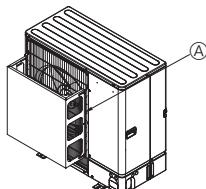
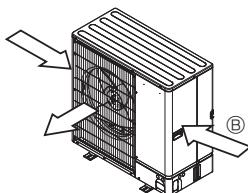

Fig. 2-5
Fig. 2-6
- ② Ak je jednotka nainštalovaná na mieste, kde môžu do výstupu vzduchu priamo vstupovať silné vetry spôsobené napr. tajfúnom, nainštalujte voliteľný vzduchový kryt. (Fig. 2-5)
- ③ Kryt výstupu vzduchu
- ④ Pokiaľ je to možné, jednotku umiestnite tak, aby výstup vzduchu fukal kolmo na smer sezónneho vetra. (Fig. 2-6)
- ⑤ Smer vetra